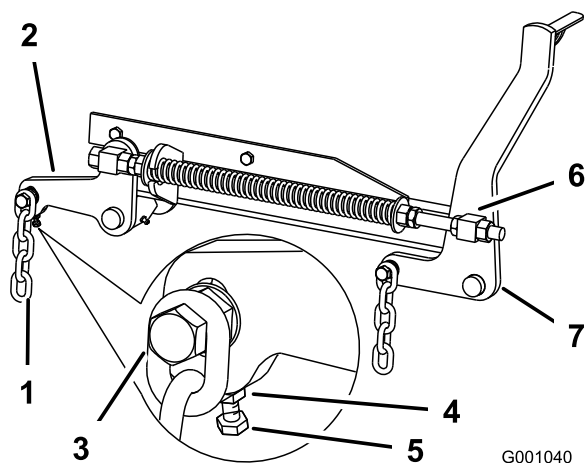

Bild 76
7. Wenn die Werte an den Stellen **B** oder **C** falsch sind, lösen Sie die Schraube, mit der die hintere Kette am hinteren Stützarm befestigt ist (Bild 76).
8. Lösen Sie die Klemmmutter unter dem hinteren Stützarm und stellen Sie die Einstellschraube so ein, dass Sie einen Wert von 79 bis 83 mm erhalten (Bild 76).
7. Lösen Sie die Klemmmuttern der vorderen Drehzapfen, vorne am rechten und linken Drehzapfen, um ungefähr 13 mm (Bild 76).
8. Stellen Sie die Hubmutter auf der linken und rechten Seite der Maschine ein, um einen Wert zu erzielen, der vorne an Stelle **A** um 6 bis 10 mm niedriger ist als hinten an Stelle **B** (Bild 76).